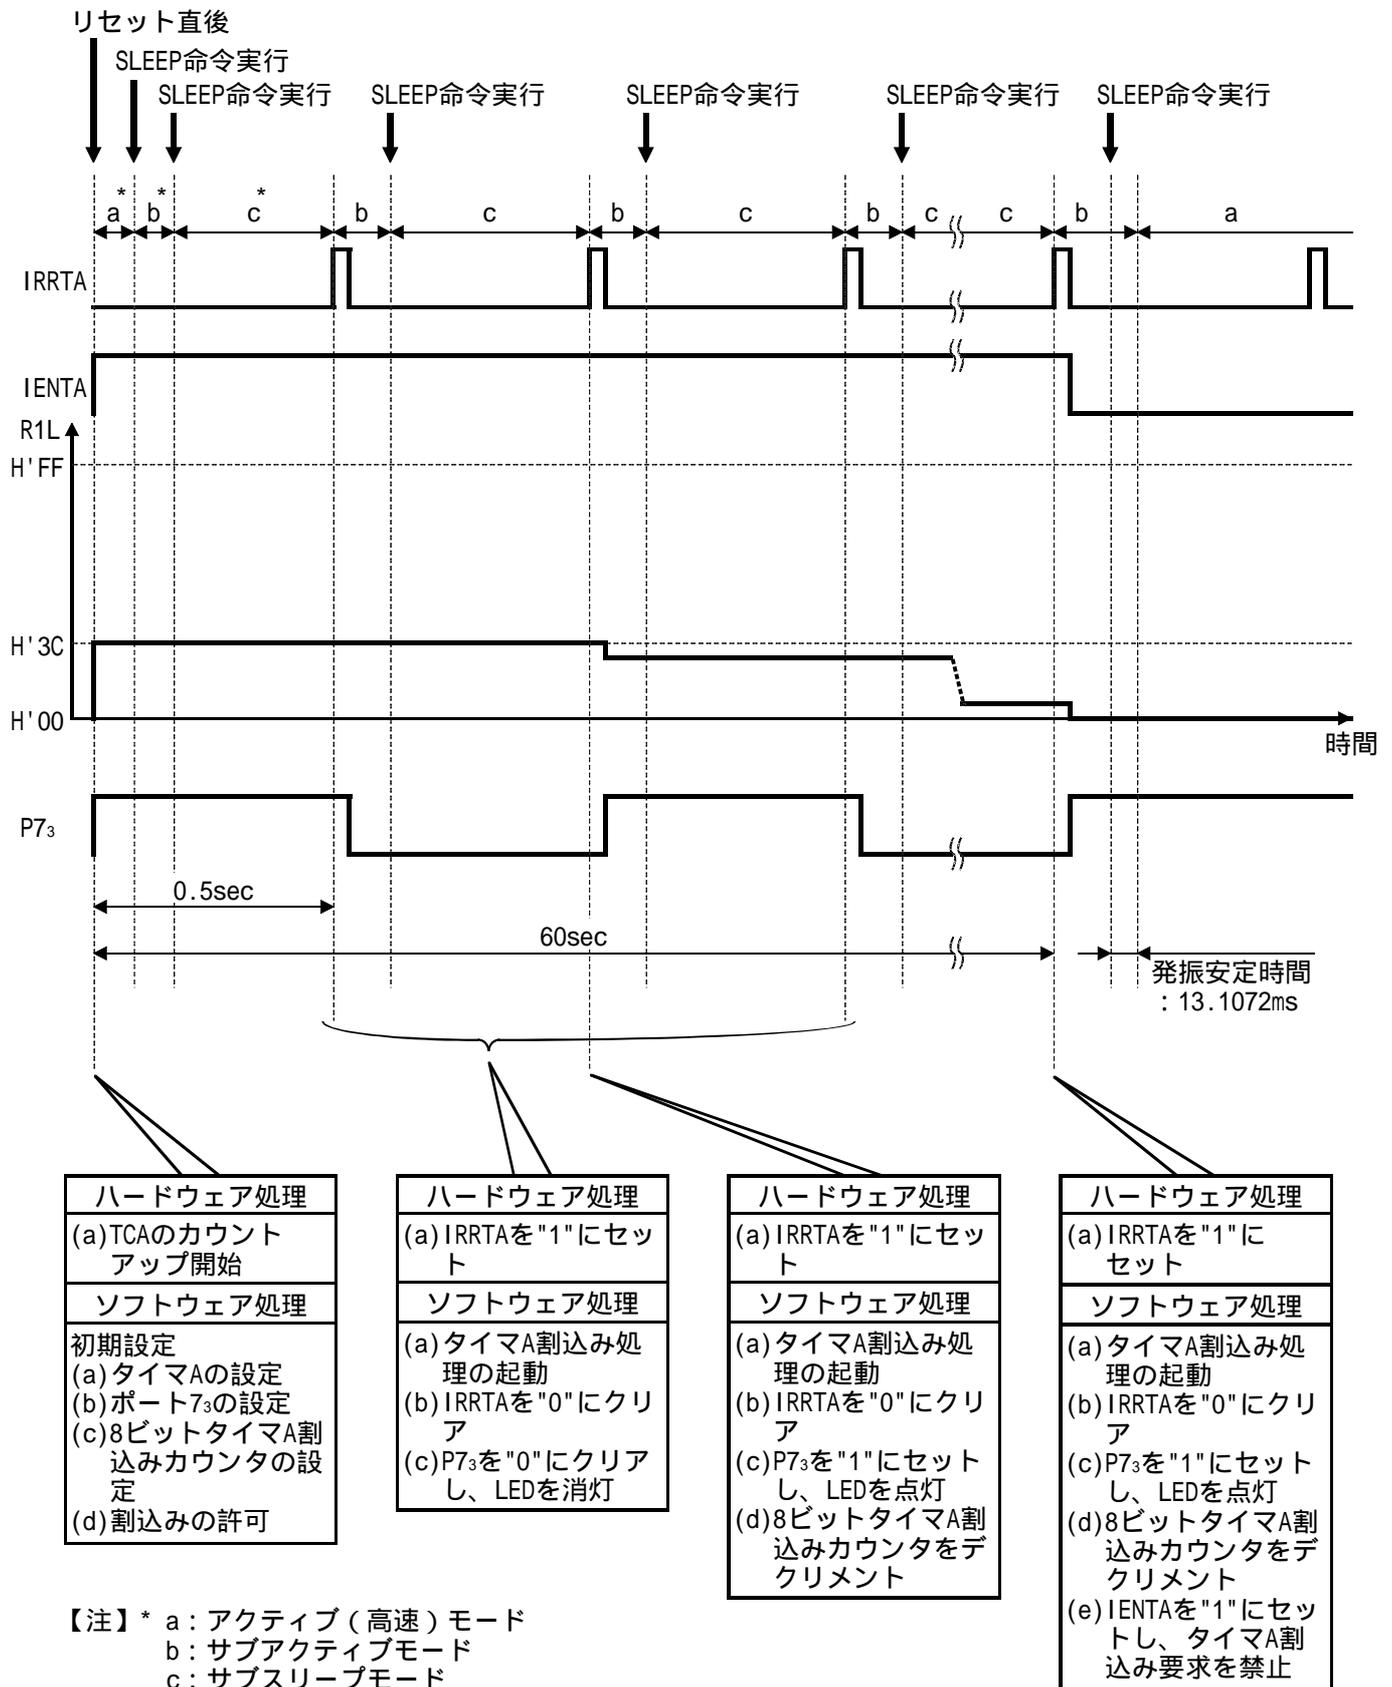

図2 サブスリープモードへの遷移の動作原理
(1) 図2に動作原理を示します。図2に示すようなハードウェア処理、およびソフトウェア処理によりサブスリープモードへの遷移を行ないます。